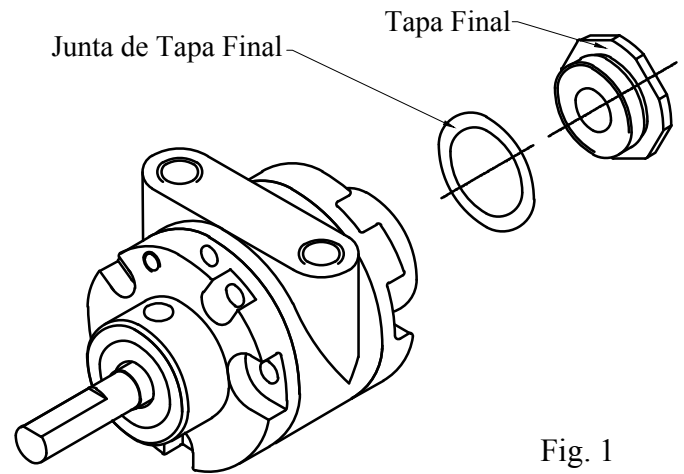

Fig. 1
2. Utilice la llave de tamaño adecuado para retirar cuidadosamente la tapa del motor con aproximadamente 25 par ft-lb. A continuación, retire la junta de la tapa. Consulte la fig. 1.